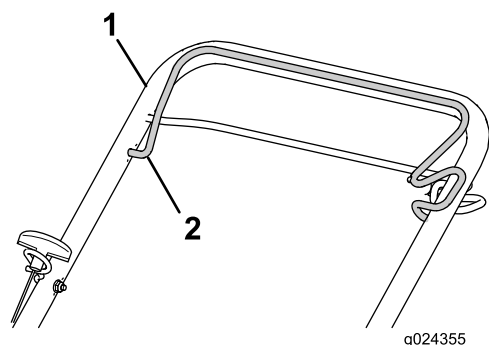

Figura 15
3. Apriete la barra de control de la cuchilla contra el manillar superior y manténgala en esa posición (Figura 15).